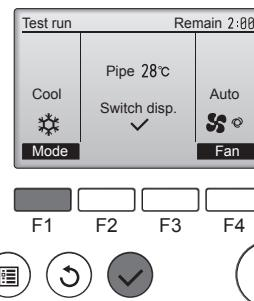

Fig. 8-3
- Tryck på [F1] när du vill växla funktionsläge. (Fig. 8-3)